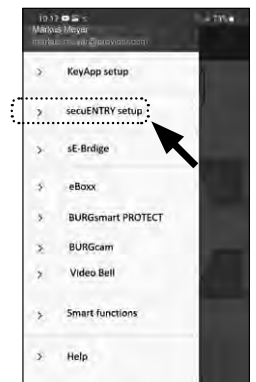

Abb. 28
- 2 Tippen Sie den Menüpunkt „secuENTRY setup“ (Abb. 28) an.